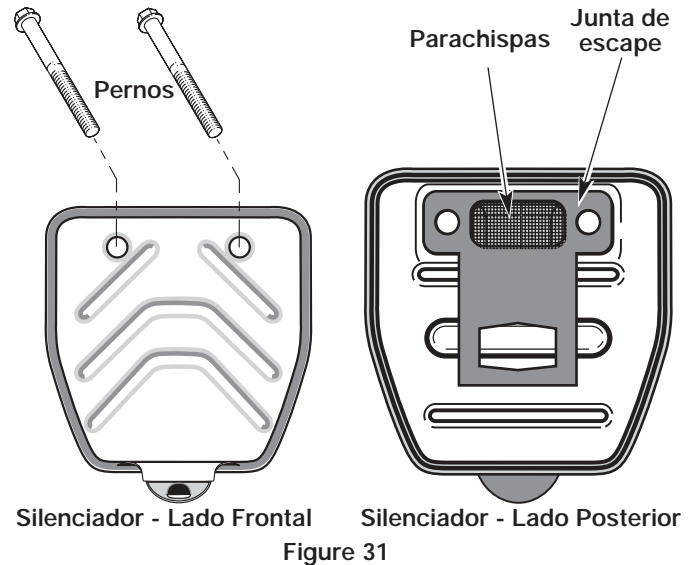

Figure 31
2. Ubique el frente del silenciador y los dos (2) pernos que lo sujetan al motor (Fig. 31). Quite los dos (2) pernos con un destornillador de punta plana, una llave de tubo de 8 mm (5/16 de pulgada) o destornillador para tuercas. Hale el silenciador del motor.
3. Voltee el silenciador al lado posterior y ubique la junta de escape. Retire la junta de escape (Fig. 31).
7. Ponga la junta del silenciador contra el lado posterior del mismo. Alinee los orificios de los pernos de la junta del silenciador en el silenciador. Mientras sostiene la junta en su lugar, ponga los pernos en el lado frontal del silenciador (Fig. 31).